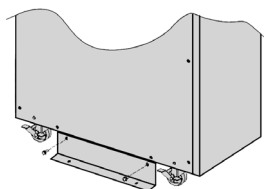

Fig. 12.
- ❑ Retirez le vis d'union du support avec la palette et avec l'équipement [voir Fig. 12 et 13].